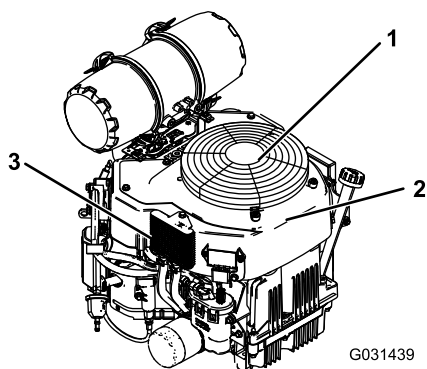

Figura 63
3. Retire la rejilla de entrada de aire y la carcasa del ventilador (Figura 63).
5. Instale la rejilla de entrada de aire y la carcasa del ventilador (Figura 63).